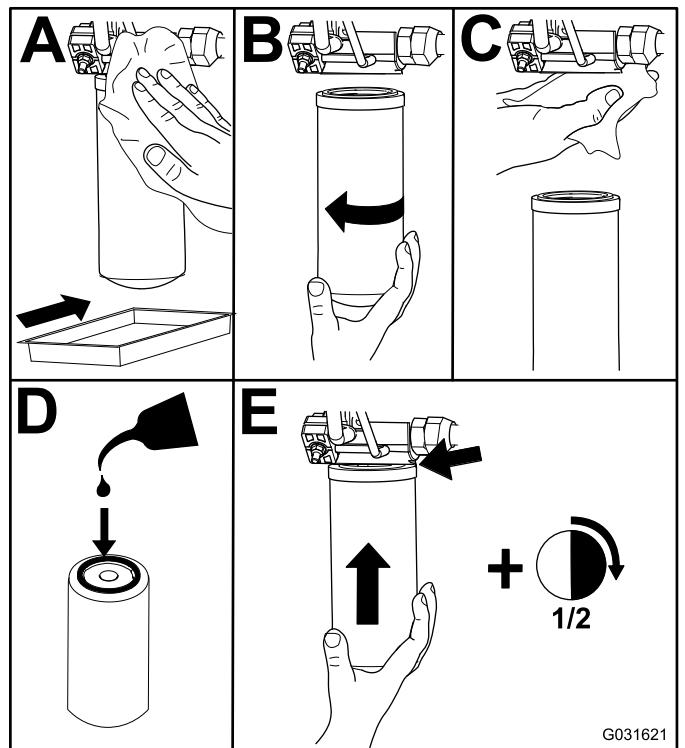

Bild 70
2. Wechseln Sie den Ladehydraulikfilter im Hydraulikhubraum aus, wie in Bild 70 abgebildet.
4. Tauschen Sie den Rücklauffilter an der rechten Seite der Maschine aus (Bild 70).